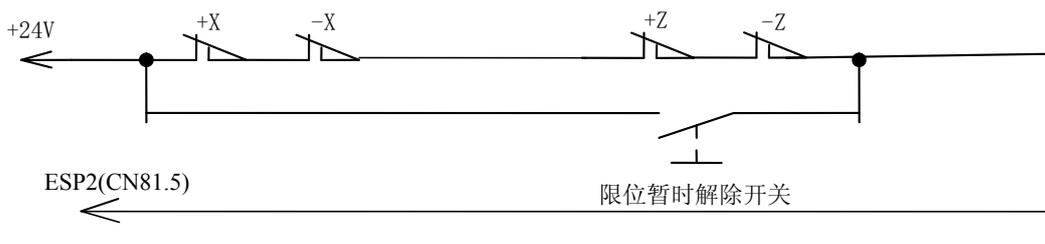

图4.27A 急停开关连接
① 使用急停作为行程限位的连接，连接方式如下图 4.27A 所示：